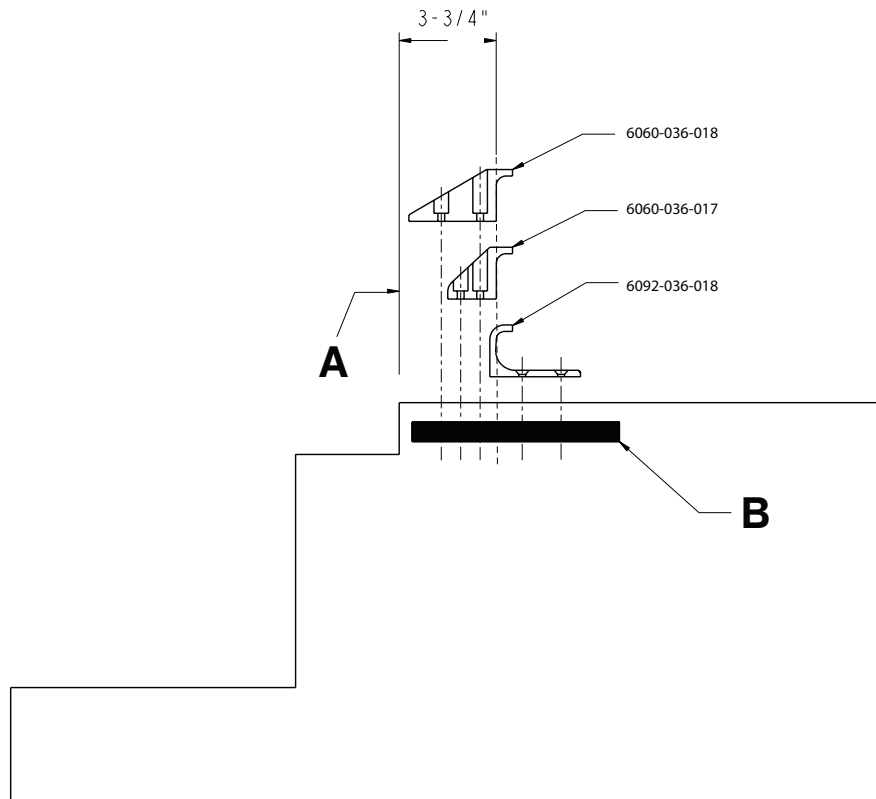

Abbildung 4 – Anbringen des Fahrzeugsicherheitshakens
2. Den Fahrzeugsicherheitshaken mindestens 3-3/4 Zoll (9,5 cm) vom vorderen Rand der Türschwelle (A) entfernt positionieren (Abbildung 4). Der empfohlene Abstand von der vorderen Fläche des Sicherheitshakens beträgt mindestens 3-3/4 Zoll (9,5 cm).